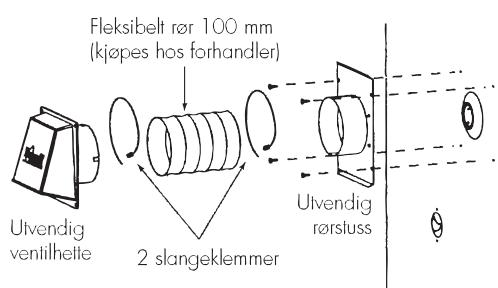

Fig. 6A. Friskluft spjeld
1. Friskluftinntaket kan tilkoples venstre kortside på peisinnsatsen. Se fig. 6A og 6B for korrekt orientering av spjeldenheten og betjeningshendelen.